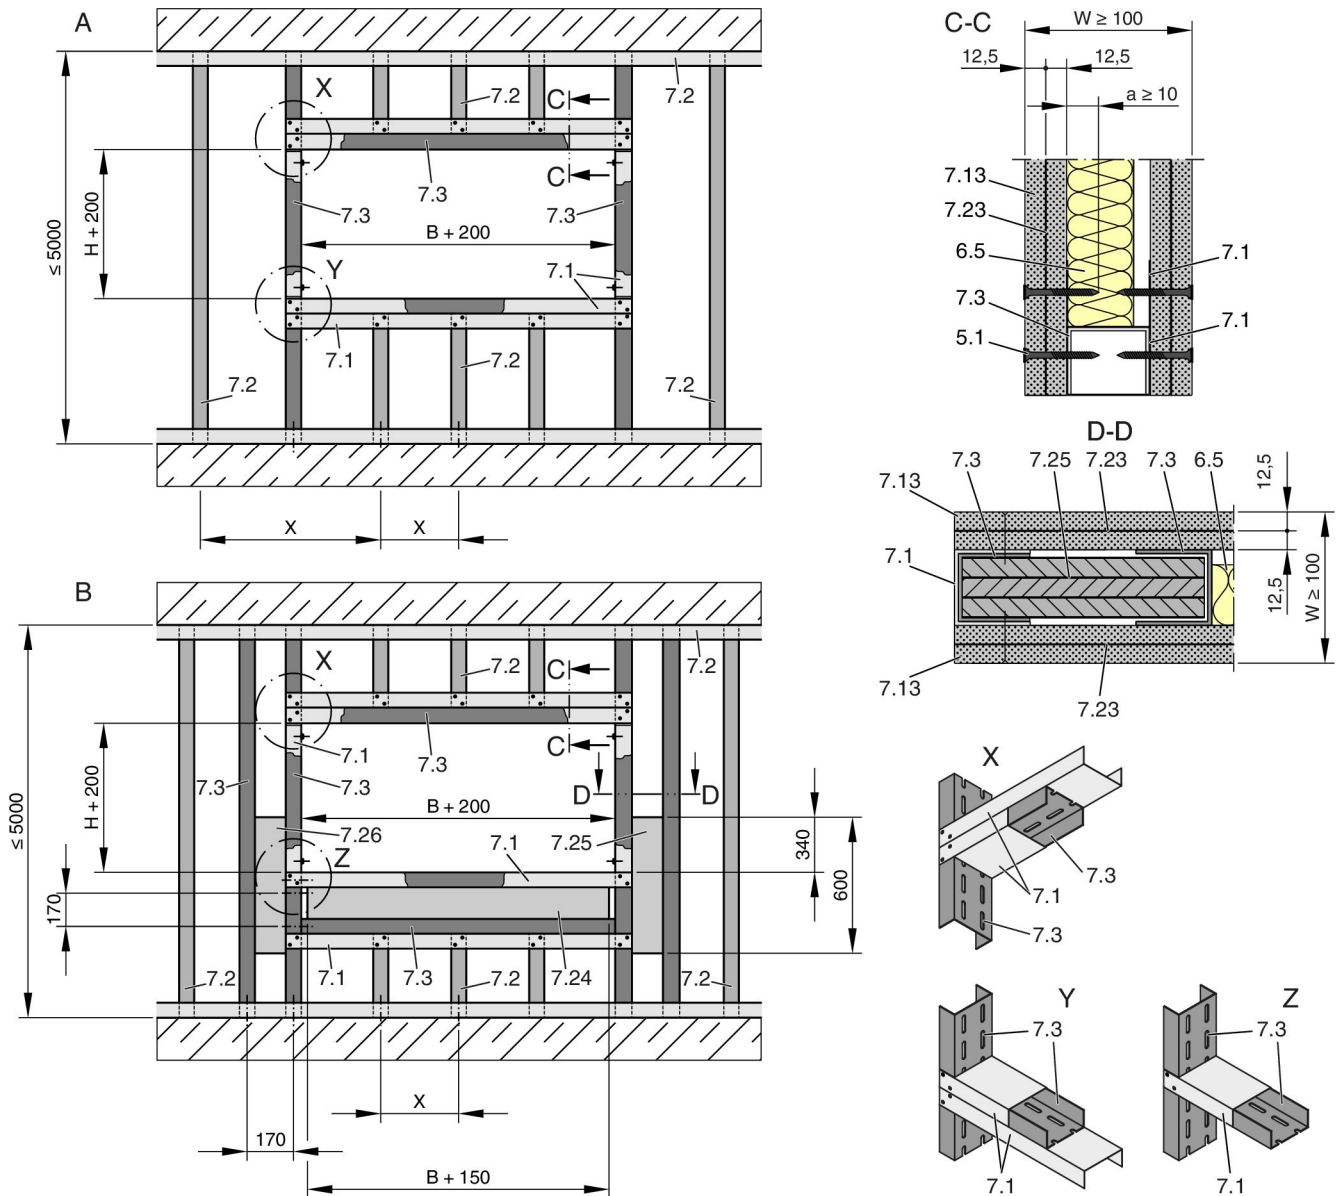

Abb. 20: Leichtbauwand / Brandwand mit Metallständer und beidseitiger Beplankung
- Leichtbauwand nach Herstellerangaben errichten und Einbauöffnung herstellen, siehe Abb. 20
- Einbauöffnung im Metallständerwerk herstellen, Details siehe Abb. 20